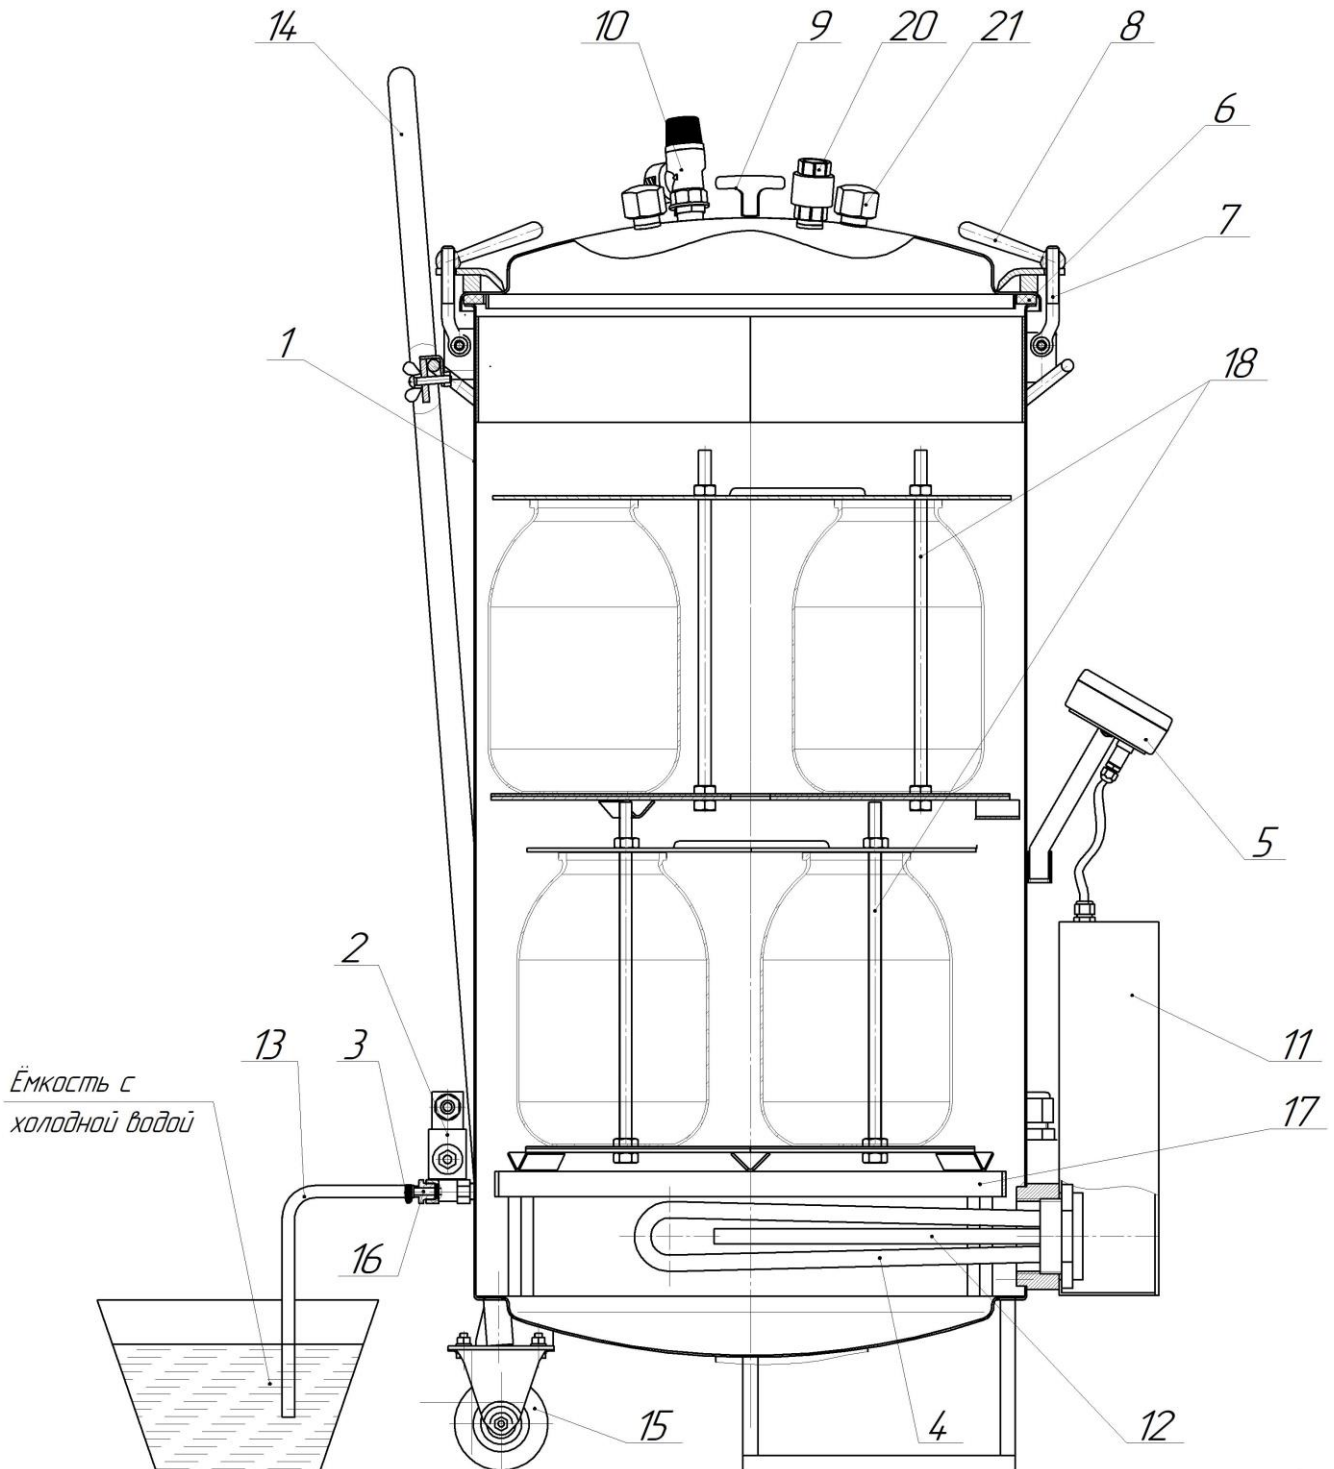

Рис. 1. Автоклав в сборе
Основные составляющие части автоклава показаны на рис. 1
1) С внешней стороны крышки поз. 9 (рис.1) с двух штуцеров поз. 21 (рис.1) открутить гайки колпачковые. К одному штуцеру подключить холодную сетевую воду используя подводку гибкую с внутренней резьбой ½ дюйма. Ко второму штуцеру подключить проводку гибкую с внутренней
Автоклав позволяет в автоматическом режиме нагреть содержимое до заданной температуры (Нагрев), выдержать заданное время содержимое автоклава при заданной температуре (Стерилизация), охладить содержимое автоклава до заданной температуры (Охлаждение) и слить воду. Для предотвращения образования вакуума при сливе воды из автоклава на крышке автоклава установлен обратный клапан поз. 20 (рис. 1). Конструкцией автоклава предусмотрена возможность принудительного охлаждения содержимого автоклава, используя теплообменник. Подробное описание работы автоклава см. в разделе «Использование автоклава по назначению».
Для защиты от брызг и пара при сливе воды с температурой свыше 100 °С, конец шланга слива 13 (рис.1) опустить в ведро (или другую ёмкость) с небольшим количеством холодной воды (водяной затвор) и закрепить его (например, привязав шланг к ручке ведра), иначе возможны хаотичные движения шланга с выбросом пара и горячей воды во все стороны в первые минуты слива воды.
- не вывинчивать ручки зажима крышки 8 (рис. 1) автоклава;
- при необходимости сбросить давление в автоклаве, повернув головку предохранительного клапана 10 (рис.1), до полного прекращения выхода пара (для предотвращения попадания пара на руку одеть защитную перчатку);
- вывинтить ручки 8 (рис. 1), отбросить болты 7 и снять крышку 9;
Установить автоклав на горизонтальную поверхность (рис.1). Закрепить ЭБУ поз.5 (рис.1) на корпусе поз. 1(рис.1) автоклава и соединить разъём шлейфа на ЭБУ с ответной частью разъёма на корпусе.
Проверить затяжку заглушки с прокладкой 21 (рис. 1).
Установить банки в автоклав на подставку поз. 17 (рис. 1) с установленной сверху нижней часть кассеты ножками вниз (ножка подставки не должна попадать на аэратор).
Налить в корпус поз. 1 (рис.1) воду, при этом уровень воды должен быть на 1-2 см выше установленных банок, кассет или корзин. Для повышения качества консервируемых продуктов и сокращения времени нагрева рекомендуется наливать воду в автоклав с температурой 60⁰ С.